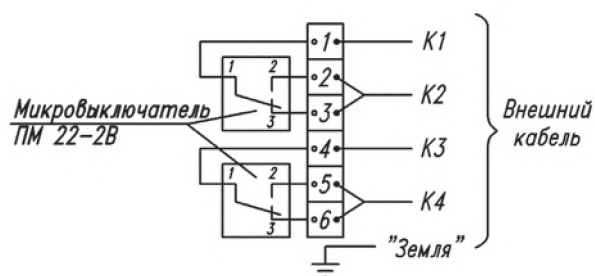

рис.3 Схема подключения по NAMUR (EN 60 947-5-6)
Коммутация КВД с внешними электрическими цепями осуществляется через кабельный ввод (1) и клеммную колодку (3) «под винт». Стандартная схема подключения электрических цепей «сухой контакт» представлена на рис. 3, а схема соответствующая стандарту NAMUR на рис. 4. Также существует исполнение КВД со светодиодной индикацией, КВД комплектуется крышкой (7,1), с световым окном, что значительно упрощает процесс настройки КВД и визуального определения положения клапана при обходе установки.